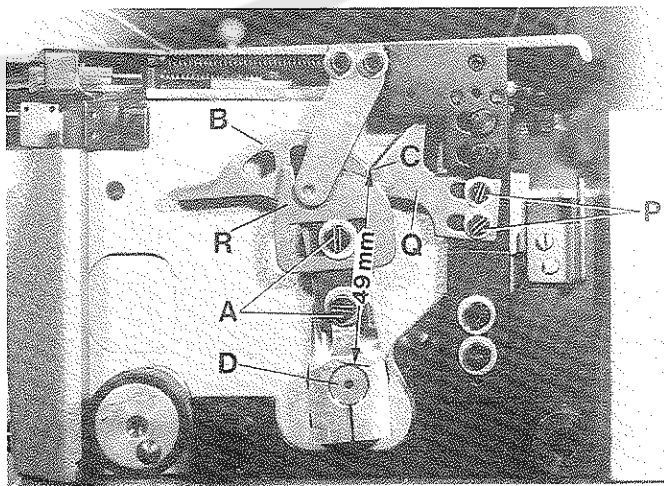

Fig. 22
1. Loosen the two screws (A, Fig. 22) and set the take-up cams (B) so that the distance between upper edge of rocker shaft (D) and corner (C) on take-up cams (B) is 49 mm (1 15/16 in.) (see Fig. 22). Retighten screws (A).
5. For timing the "cast-off" of the looper threads turn handwheel in operating direction until the tips of the descending needles are even with the bottoms of the blades of loopers moving to the right. At this moment the looper threads simultaneously should be forced by the cast-off finger (Q, Fig. 22) over corner (C) on take-up cams (B). At the same time the nose on auxiliary take-up cam (R, Fig. 22) should just contact the looper threads.
1. Lösen Sie die beiden Schrauben (A, Fig. 22) und stellen Sie die Abzugskurven (B) so, daß zwischen der Oberkante der Schwinghebelwelle (D) und der Ecke (C) an den Abzugskurven (B) ein Abstand von 49 mm ist (siehe Fig. 22). Ziehen Sie die Schrauben (A) wieder an.
5. Zum Einstellen des Abzug-Zeitpunktes der Greiferfäden drehen Sie das Handrad in Nährichtung, bis die nach untergehenden Nadelspitzen mit den Unterkanten der Klingen der sich nach rechts bewegenden Greifer bündig sind. In diesem Augenblick müssen die Greiferfäden vom Abzugsfinger (Q, Fig. 22) über die Ecke (C) der Abzugskurven (B) geschoben werden. Zum gleichen Zeitpunkt muß die Nase an der Zusatz-Abzugskurve (R, Fig. 22) die Greiferfäden gerade berühren.